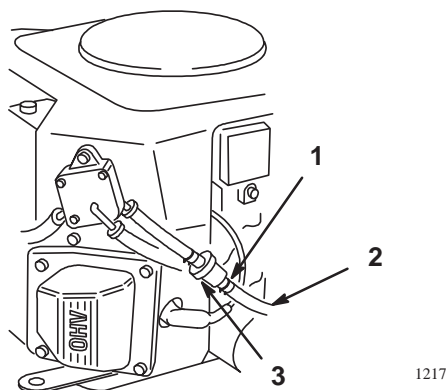

Figure 30
4. Pincer les extrémités du collier de fixation et glisser le collier vers le haut de la conduite d'alimentation, en direction du réservoir d'essence (Fig. 30).
5. Détacher du filtre la conduite d'alimentation (Fig. 30). Ouvrir le robinet d'essence et laisser l'essence s'écouler dans un bidon à essence ou un bac de vidange.